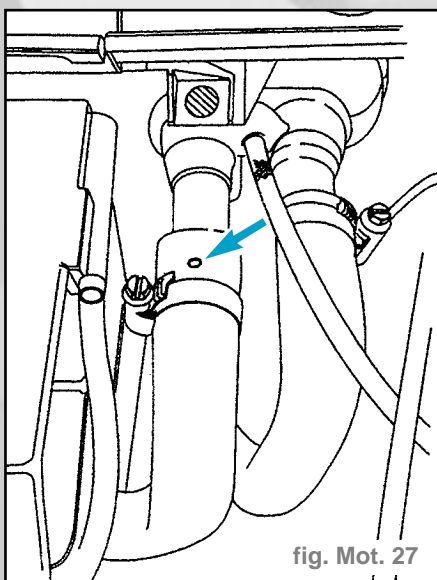

fig. Mot. 27
- Détacher la durite de l'échangeur de chaleur et la repousser jusqu'à ce que le trou d'aération de la durite-flèche ne soit plus masqué par l'ajustage de raccord (fig. Mot. 27).